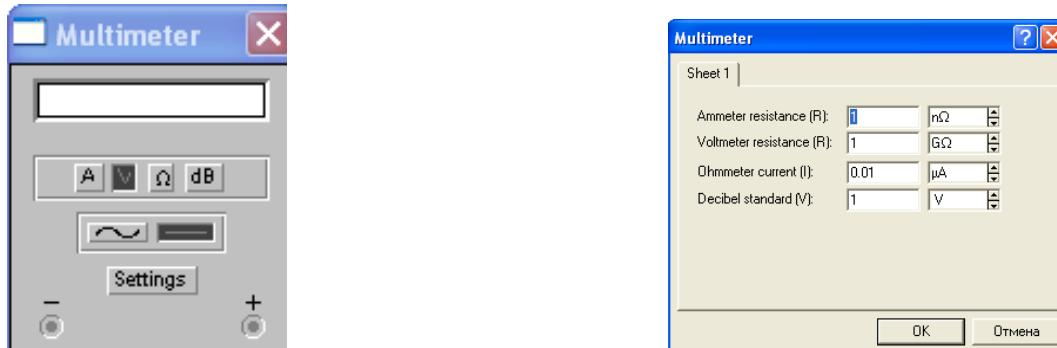

Рисунок 1.2 - Лицевая панель мультиметра (а); окно установки его режимов (б)
На лицевой панели мультиметра (рис. 1.2, а) расположены дисплей для отображения результатов измерения, клеммы для подключения к схеме и кнопки управления:
- режим установки параметров мультиметра. После нажатия на эту кнопку открывается диалоговое окно (рис. 1.2, б), на котором обозначены: Ammeter resistance – внутреннее сопротивление амперметра;